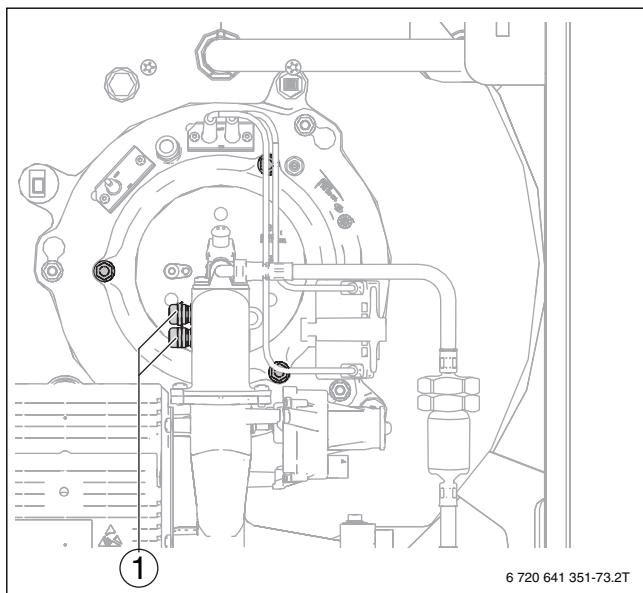

Bild 86 Kabelverschraubungen lösen
- ▶ Beide Kabelverschraubungen (→ Bild 86, [1]) lösen.